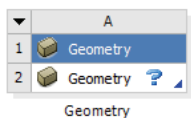

图 3-85 创建项目
2) 双击主界面 Toolbox 工具箱中的 Component Systems > Static Structural 选项, 在项目工程图区域内创建项目 A, 如图 3-85 所示。